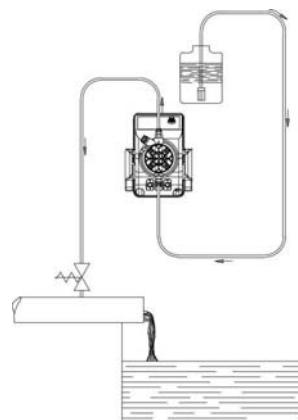

Fig. 6
- c.- Coloque la bomba como se muestra en la figura 5, teniendo presente que se puede fijar tanto por debajo como por encima del nivel del líquido a dosificar, a una distancia máxima de 2 metros. El punto de inyección se debe colocar siempre más arriba que el líquido a inyectar. Cuando la bomba trabaja a presión atmosférica (aditivación con descarga libre) y el depósito del aditivo está colocado más arriba del punto de inyección (Fig. 6), controle periódicamente la funcionalidad de la válvula de inyección, ya que un uso excesivo podría hacer que cayera aditivo y entrara en la bomba (aunque el aparato esté apagado). Si se produjera el problema, inserte una **válvula de contrapesión C** (debidamente tarada entre la bomba dosificadora y el punto de inyección (Fig. 6). Para los líquidos que generan vapores agresivos, no instale la bomba encima del depósito a menos que éste esté cerrado herméticamente.